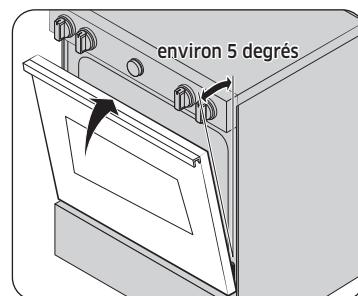

Fig. 1
- Fermez la porte en position de retrait, c'est-à-dire à un angle d'environ 5 degrés de la verticale (fig. 1).